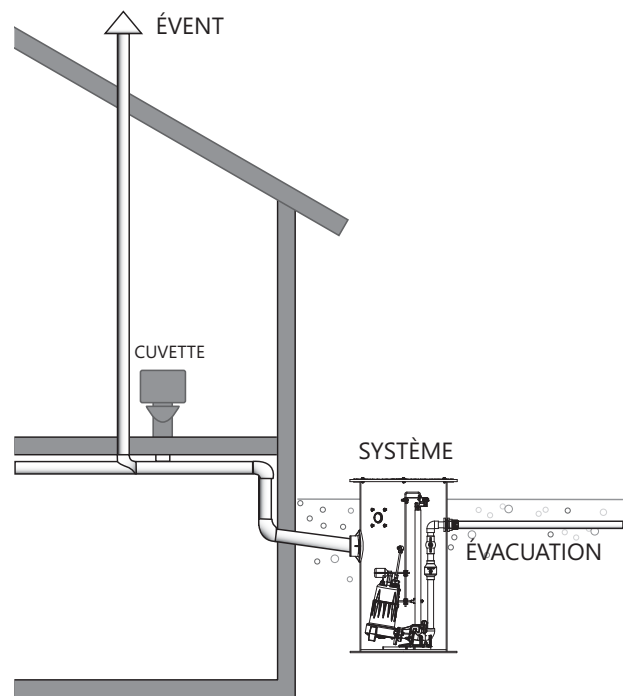

Figure 10. Exemple de méthode de ventilation-alternative
- C. **Évent** : Sur les modèles Pro370 et 380 à décharge verticale, une connexion fileté de 2 po ou 3 po est prévue sur le dessus du couvercle. L'évent doit être raccordé à l'évent existant du bâtiment ou étendu à l'extérieur sur sa propre colonne montante. Dans les systèmes à évacuation latérale et verticale, la dimension de l'évent doit respecter les codes en vigueur, mais jamais être inférieure à celle du tuyau d'évacuation. Voir la Figure 10, un exemple de ventilation à travers le tuyau d'entrée comme solution de rechange.